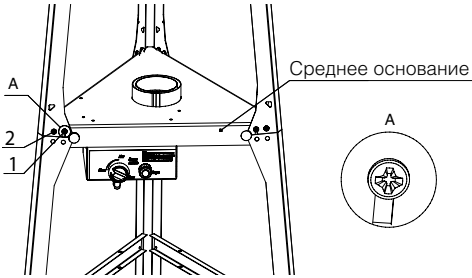

Рис. 6 – Установка верхних профилей
- Установите профили на нижнюю предварительно собранную часть газового обогревателя (рис.6). Для этого наживите винт в среднем основании, которое соответствует пазу в профиле (ближнее к центру отверстие). Установите на данный винт профиль и затяните винт 2, затем подтяните винт 1.